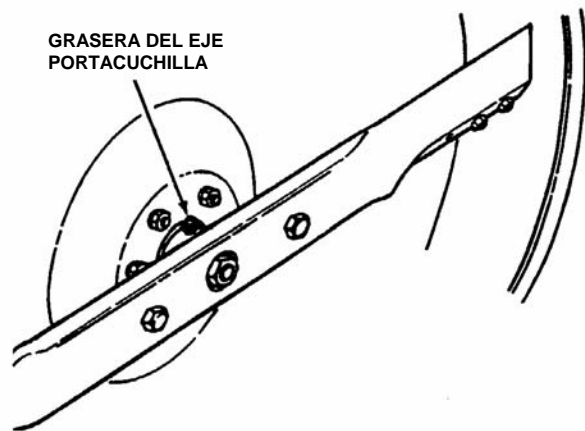

FIGURA 3.6
4. Lubrique el eje portacuchilla con tres disparos de grasa universal de una pistola engrasadora. Vea la figura 3.6.